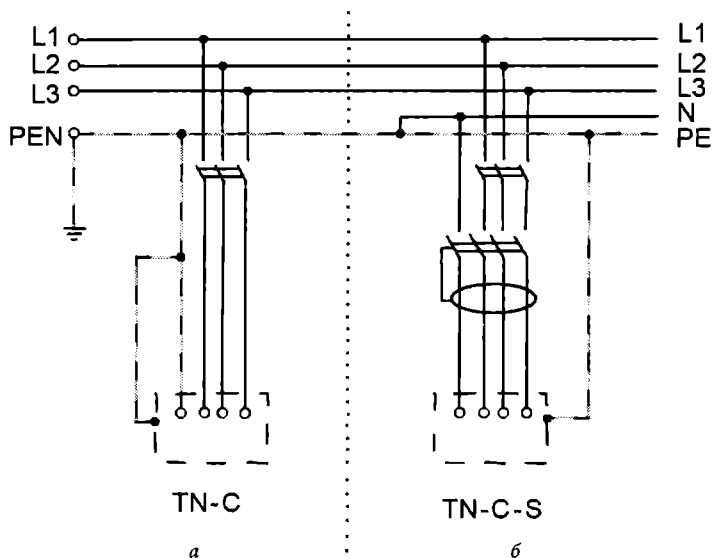

Рис. 2.36. Система заземления:
**Система TN-C-S.** Это совмещение отдельного заземляющего провода и совмещенного PEN на каком-то участке цепи. Например, по всей квартире идет отдельный заземляющий провод, но на щитке он подсоединяется к отдельному проводу, который уходит в землю рядом со зданием, не доходя до подстанции. После этого заземления совмещенный PEN-проводник идет до подстанции. Данная система — своего рода модернизированная TN-C (рис. 2.36).